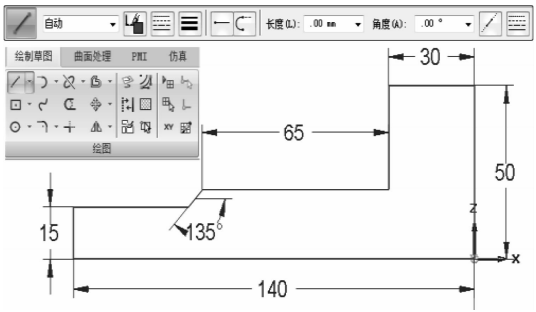

图 7-27 绘制草图
(2) 选择【绘图】工具菜单下的【直线】工具，绘制出如图 7-27 所示的草图。